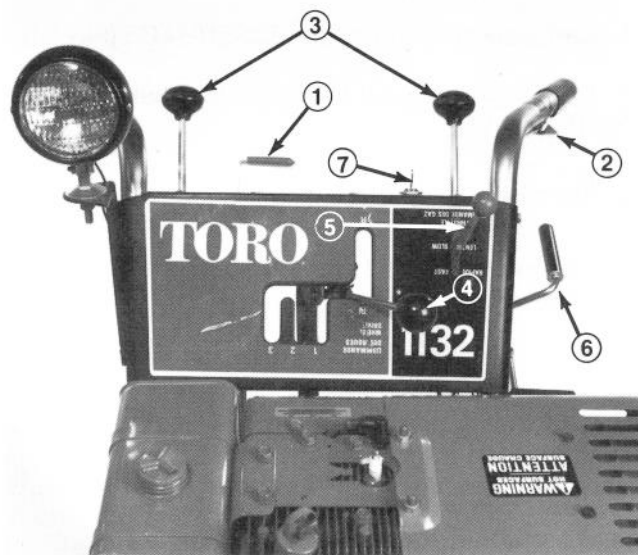

Fig. 24
Skovlhjuls kontrol (Fig. 24). Kontrolarmen har to positioner: ENGAGE og DISENGAGE. Skovlhjulet og indsamlingsskruen startes ved at trække håndtaget langsomt op indtil det stopper i en over-midten position. Skovlhjulet og indsamlingsskruen frakobles ved at trykke håndtaget nedad.
“Interlock” Sikkerhedssystemet (Fig. 24). For at skovlhjul og indsamlingsskrue kan køre når kontrolstangen er slået til ENGAGE, er det nødvendigt at mindst et af “Interlock” - grebene er presset mod håndtaget. Motoren vil slå fra hvis begge håndtag slippes når kontrolstangen eller gearstangen er i “Engage” gear. Dette er en sikkerhedsforanstaltning, som husker føreren på at udkoble hjul og indsamlingsskrue, inden han eller hun forlader pladsen bag håndtagene.
Hjulkoblinger (Fig. 24). Trækkes begge koblinger op, kører sneslyngen i frihjul. Trykkes begge koblinger ned er der træk på begge hjul. Når en kobling er oppe og den anden nede, er der træk på det hjul hvis kobling er nede og friløb på det andet.
Kontrol af gearet (Fig. 24). Gearstangen har fem positioner: N = frigear, R = bakgear samt tre fremadgående gear til forskellige hastigheder. Hastigheden ændres ved at skifte gear. Gearstangen skal fastholdes i R, (bakgear), når De bakker. Når gearstangen slippes, glider den automatisk til frigear. Hvilket af de tre fremadgående gear der skal benyttes, afhænger af sneens dybde. Hold en hånd på et af “Interlock”-håndtagene når De skifter gear.
Gaskontrol (Fig. 24). Når håndtaget trykkes ned, øges hastigheden hvormed sneslyngen bevæger sig fremad. Kør ikke med højere hastighed end nødvendigt.
Kontrol af udkastningsretningen (Fig. 24). Drej håndtaget med uret og udkastningsåbningen drejes mod venstre; drej håndtaget mod uret og udkastningsåbningen drejes mod højre.
1. Sæt skovhjulskontrollen i DISENGAGE (Fig. 24).
2. Sæt gearstangen i N frigear, og gaskontrollen i FAST (Fig. 24).
5. Drej tændingsnøglen til ON (Fig. 24).
2. Normalt standses motoren ved at sætte gearstangen i N (frigear), skovhjulskontrollen i DISENGAGE, gaskontrollen i SLOW og ved at dreje tændingsnøglen til OFF (Fig. 24).